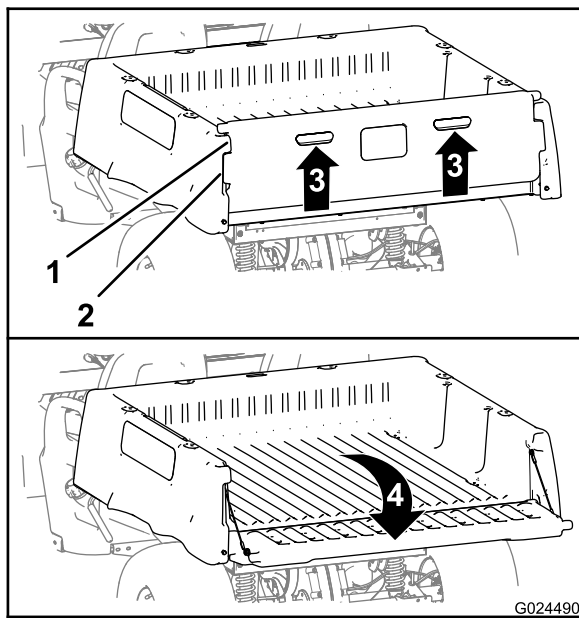

Figura 20
2. Sollevare agendo sugli elementi di spinta sul pannello posteriore della sponda posteriore (Figura 20).
3. Allineate le flange di bloccaggio della sponda posteriore alle aperture tra le flange della sponda stessa del pianale (Figura 20).
4. Ruotate la sponda posteriore indietro e in basso (Figura 20).
6. Ruotate la sponda posteriore in alto e in basso in modo che le flange di bloccaggio della sponda stessa siano a filo con la tasca della sponda nel pianale (Figura 20).
7. Abbassate la sponda posteriore in modo che si posizioni sul retro del pianale (Figura 20).